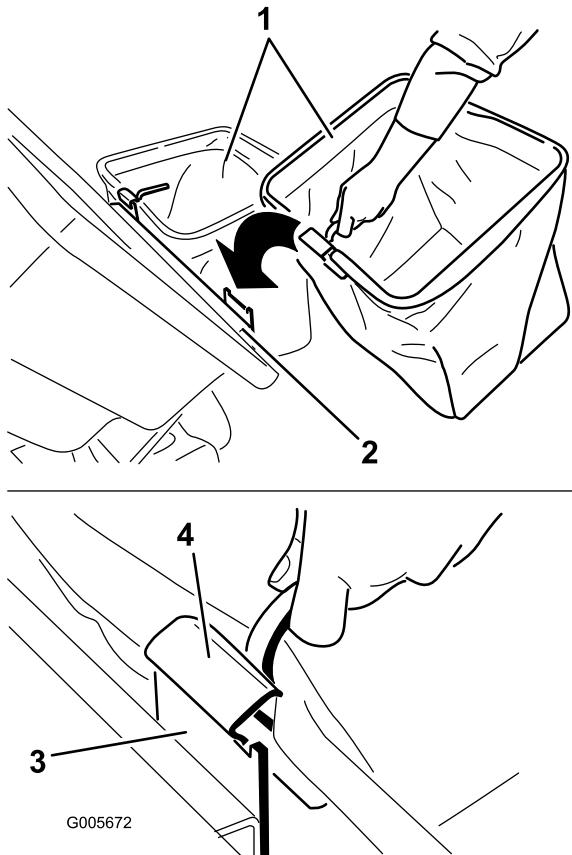

Figura 17
- Levante la tapa del ensacador e instale las bolsas, colocando el enganche del bastidor de cada bolsa sobre los soportes de retención (Figura 17).